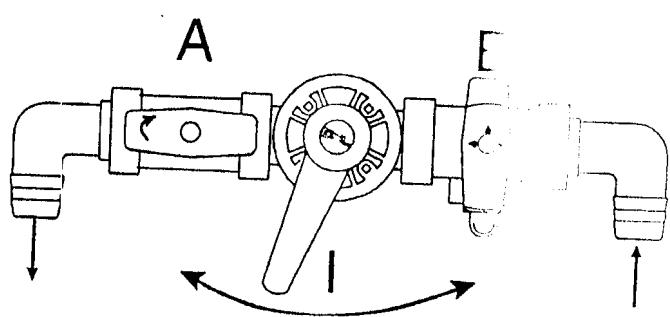

Fig. 4
- реверсивного крана в положениях, указанных в п.2. Периодически поворачивайте рукоятку реверсивного крана вправо и влево, чтобы восстановление шло быстрее и эффективнее (рис.4)